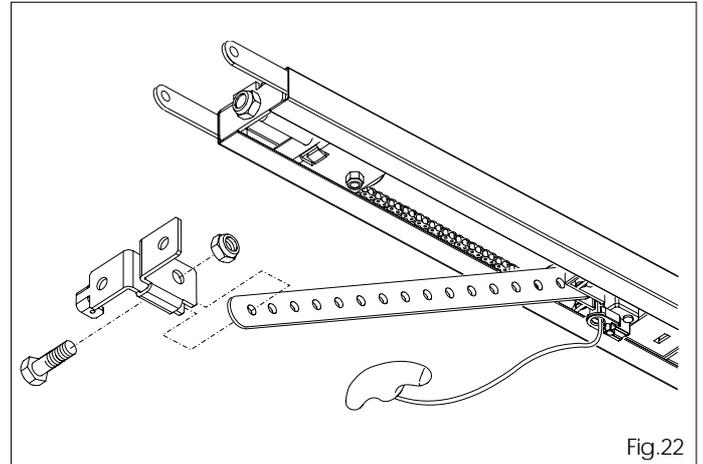

Fig.22
- 6.17 Fijen el enganche a la barra de arrastre con el tornillo y tuerca destinados a tal fin (fig.22).